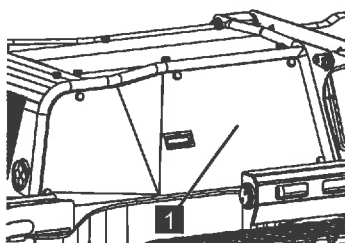

Abb. 207
1. Abdeckung (Abb.207/1) abschrauben.